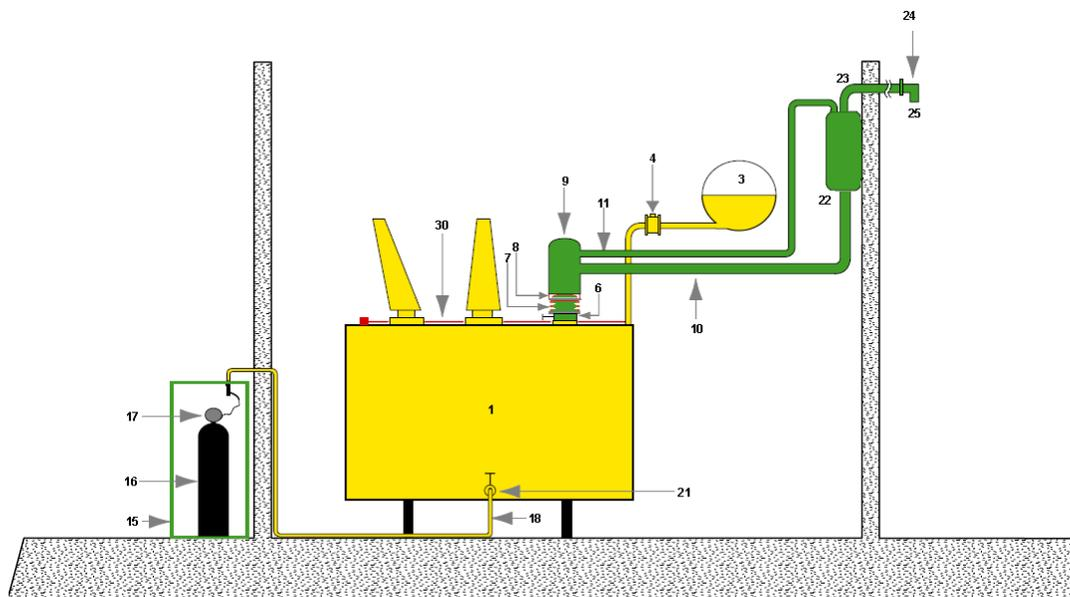

Рис.1: Система TRANSFORMER PROTECTOR, тип TP
- **Тип ТР, рис. 1**, предназначается для трансформаторов от 0,1 МВА до 1000 МВА и выше, устанавливаемых внутри помещений или вне помещений. Для данного типа, в случае внутреннего короткого замыкания, депрессюризацию обеспечивает модуль депрессюризации трансформатора (поз. 6-9). Выбрасываемая смесь масла и газов направляется в бак отделения масла и газов (поз. 22). Газы выталкиваются через трубу для отвода взрывоопасных газов (поз. 23) за пределы здания или в отдаленное место, где они могут сгорать, не представляя опасности. Клапан отсечки воздуха (поз. 24) установлен на конце трубы для отвода взрывоопасных газов (поз. 23), чтобы не допустить проникновение воздуха в бак отделения масла и газов (поз. 22) или в бак трансформатора.
Система ТР состоит из нескольких модулей, каждый из которых выполняет свою функцию, см. рис. 1, 2, 3 и 4.